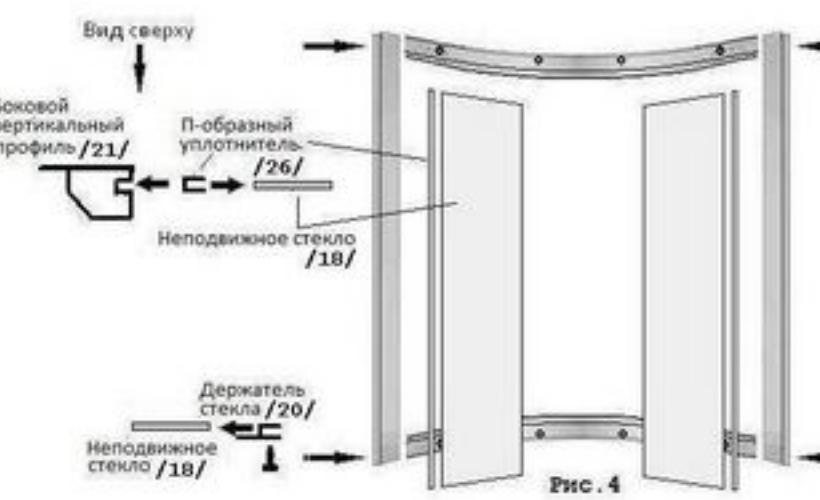

Рис.4
1.3. Сборка фронтальной стенки (рис. 4)